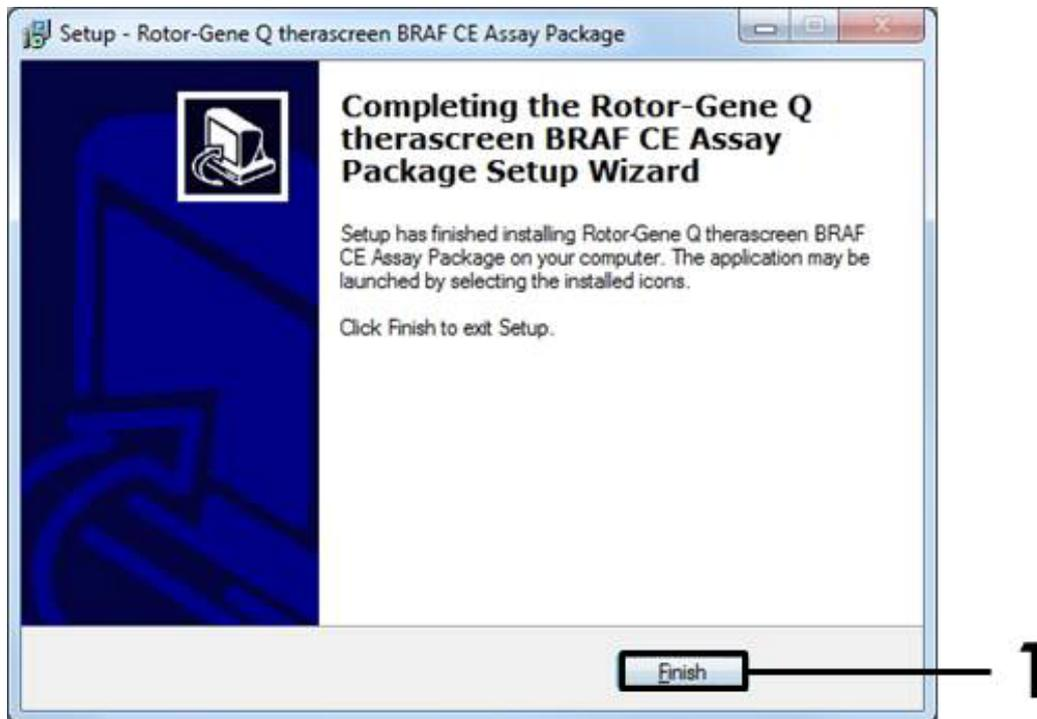

Figura 43. Completamento dell'installazione guidata. 1 = pulsante "Finish" (Fine).
6. L'installazione del modello viene avviata automaticamente e, una volta completata, viene visualizzata una finestra di dialogo di installazione finale. Fare clic su "Finish" (Fine) per uscire dalla procedura di installazione guidata (Figura 43).